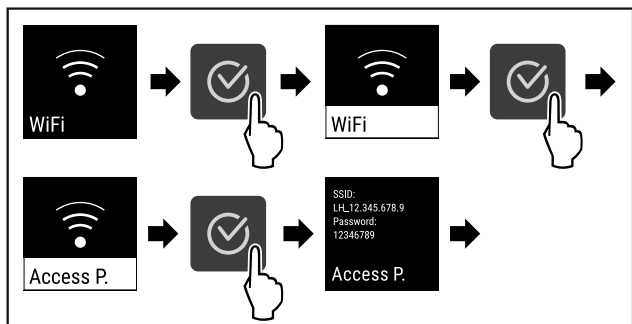

Fig. 84
- ▶ Izvedite zahtevane korake (glejte Fig. 84).